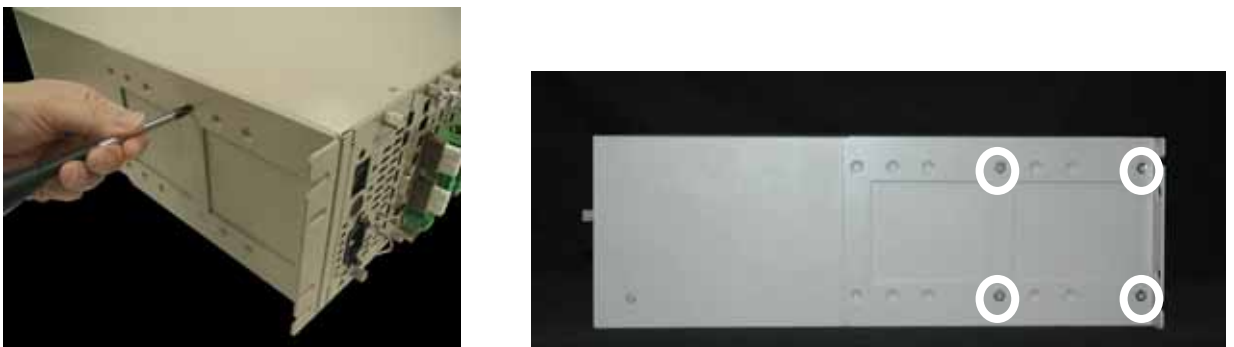

図 5-9 ラック取付金具の取り付け方法
(2) 図 5-9 のようにラック取付金具を本製品に合わせ “ ” 内の固定ネジを締めます。